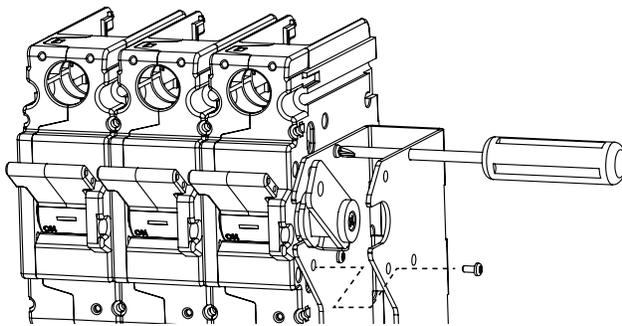

Fig. 1-3. Fijar el marco del mecanismo al interruptor utilizando cuatro tornillos Phillips.
Paso 3. Asegure el marco del mecanismo al lado derecho del interruptor utilizando los cuatro tornillos de 3.5 x 9 mm, Phillips, y aplique un par de apriete de 12 lb-pulg (vea la Fig. 1-3).